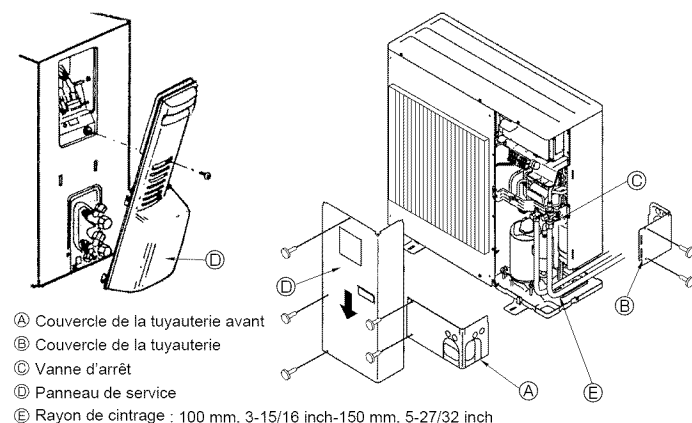

Fig. 4-3
② Evaser les conduits de liquide et de gaz, puis appliquer un film mince d'huile réfrigérante (application sur site).
4.3. Mise en place des tuyaux de réfrigérant (Fig. 4-3)